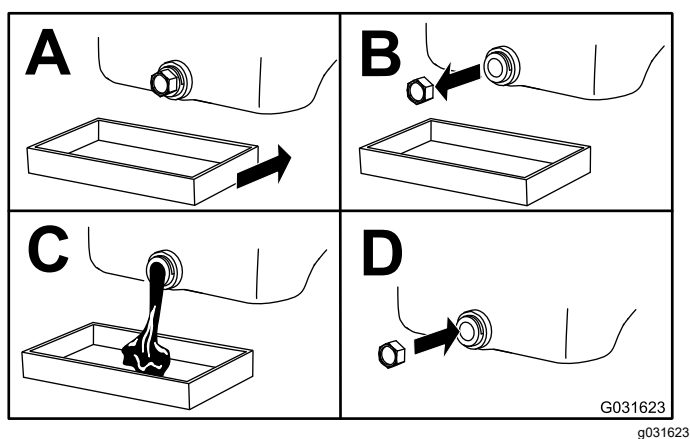

Figure 42
4. Vidangez l'huile moteur, comme montré à la Figure 42.